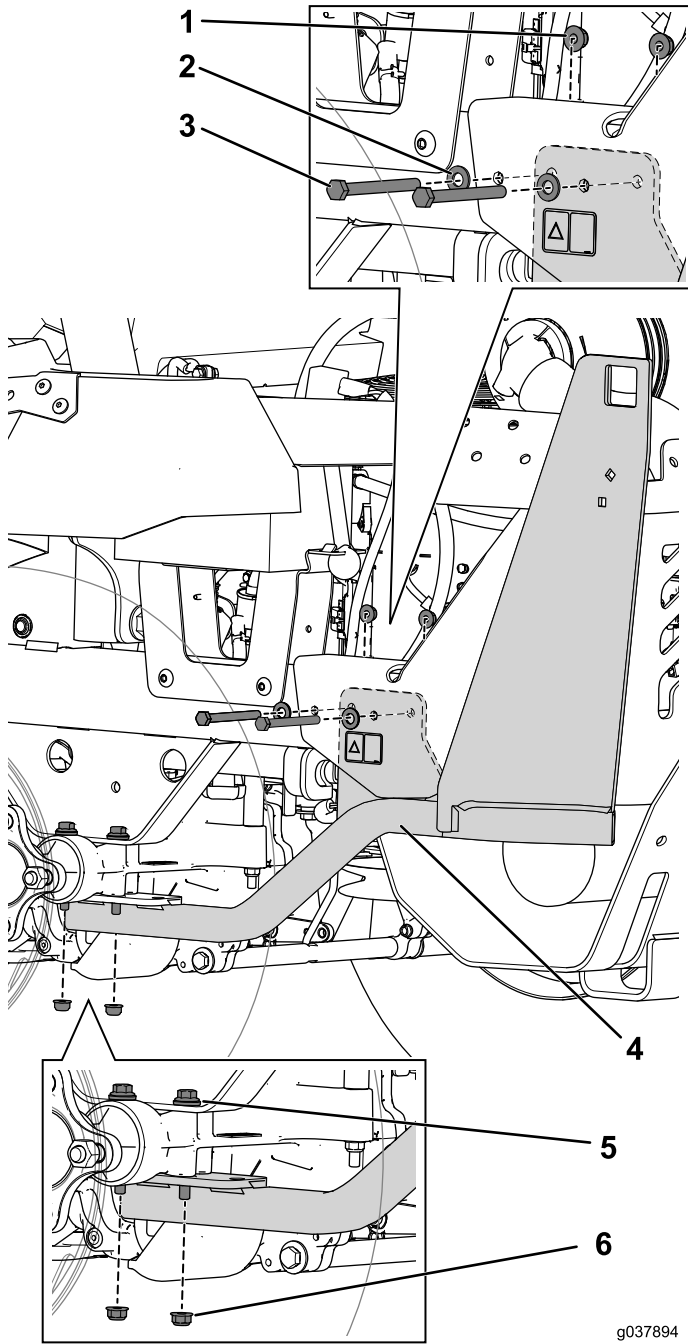

図 12
4. 駆動アセンブリのボルトに、サポートの穴を合わせて入れ、取り置いていたナットで仮止めする **図 12**。
5. サポートをフレームに取り付けるボルト5/16 x 3/4"2本とナットを使用する **図 12**。